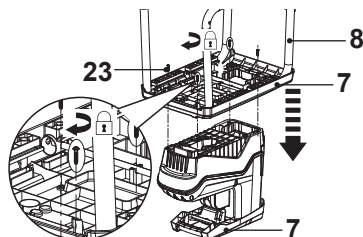

Fig. 2
2. Mettez l'armature [8] à l'envers et fixez la plaque de base [7] au bloc moteur en vous assurant que les formes s'emboîtent parfaitement l'une avec l'autre (Fig. 2, étape 1).
3. Alignez les trous et fixez les deux pièces avec les vis (x4) [23] (Fig. 2, étape 2).